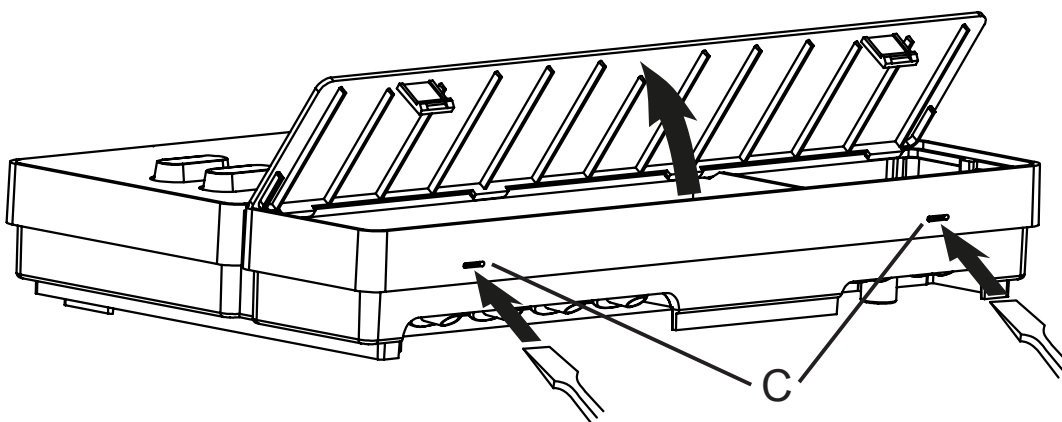

Abb.2 Abnahme des Gehäusedeckels
2. Drücken Sie die Schnappverschlüsse C mit einem Schraubendreher leicht ein und nehmen Sie den Gehäusedeckel ab (siehe Abb.2).